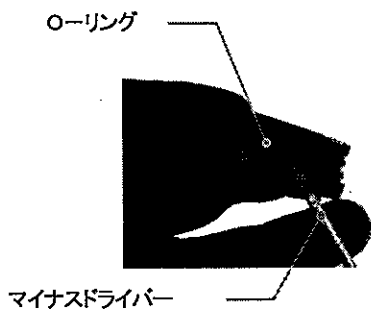

図7-10
- (5)O-リングを小さなマイナスドライバー等で外してください。スライダプッシャをずらし、内側のO-リングを外してください。その後各部品をきれいなウエス等で拭いてください。(図7-10、11)
- (4) チャンバを上にして垂直に立て、チャンバを上方に引き抜いてください。次に、チューブアセンブリとエアピストンアセンブリを上方に引き抜いてください。(図7-10)